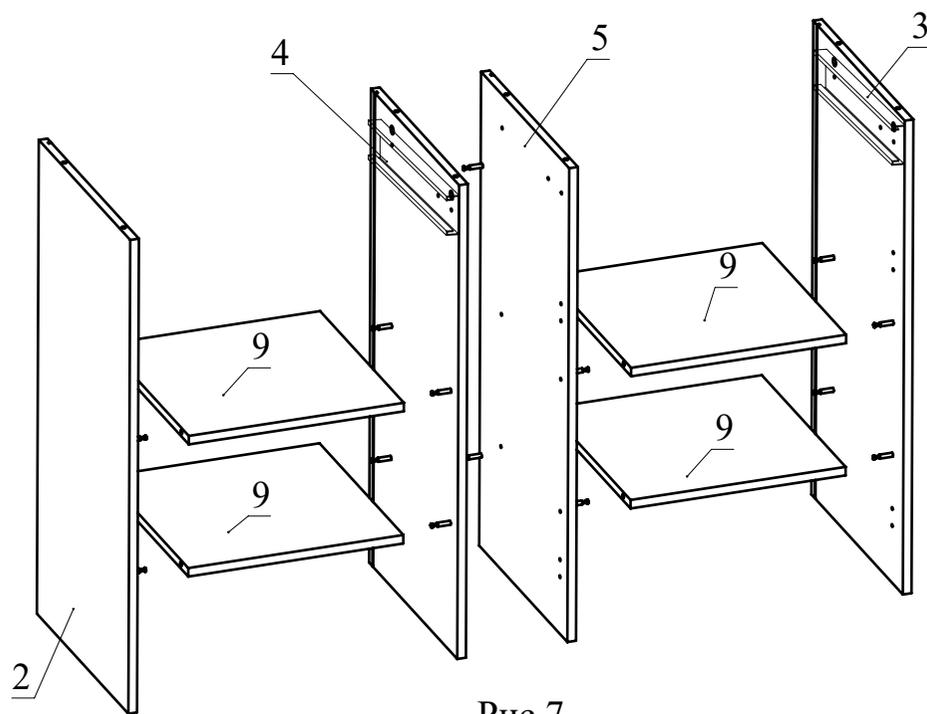

Рис.7
6. Установите полки 9 между деталями 2, 3, 4, 5 и затяните конфирматным ключом головки минификсов по часовой стрелке до упора (Рис. 7).